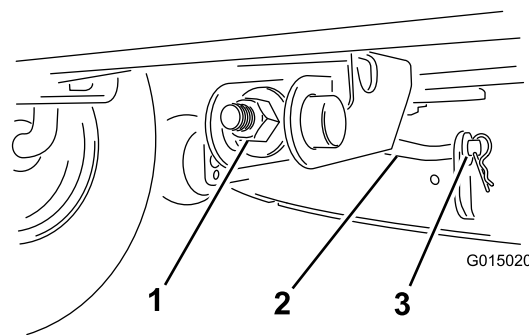

**Figure 42**
7. Loosen the jam nut (Figure 42).